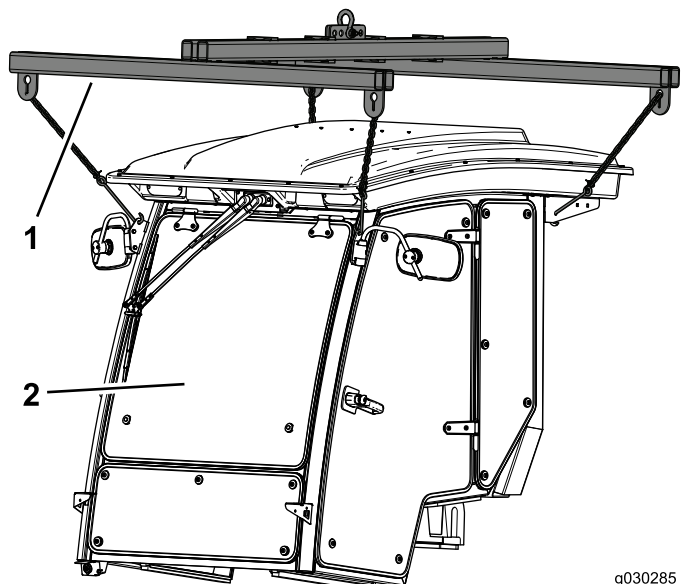

図 16
1. トロのキャブ用ホイストまたは同等の能力の吊り上げ装置を用意する 図 16。